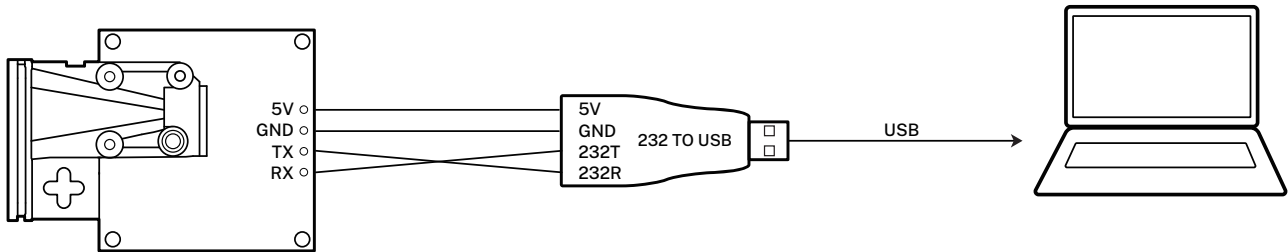

图 2. L4 接 USB 转 232 图（EN 脚功能详见 2.1 电气接线图处的说明）
1. 按照图 2 所示，传感器的 5V、GND，分别和 TTL/232 转 USB 转换器的 5V、GND 连接；